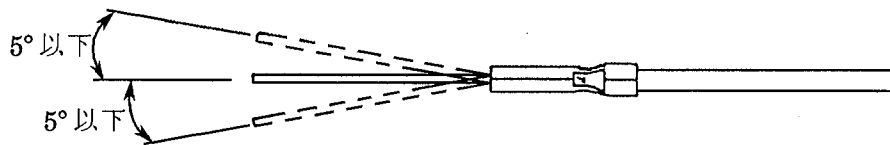

Fig. 4
- B. 被覆なしの単線は圧着後、Fig. 4に示す限界をこえてコンタクト軸から横方向に曲っていないこと。